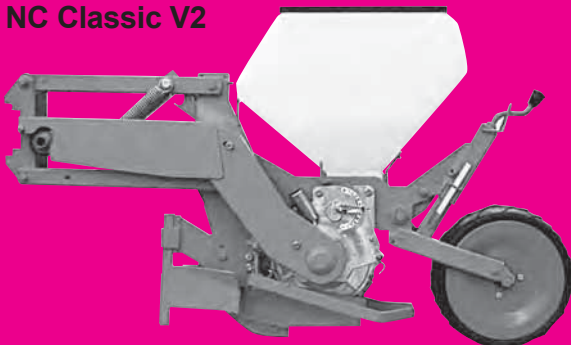

Fig. 41
- Roue tasseuse arrière plate autonettoyante 370 x 170 (fig. 41) avec raclettes intermédiaires longues, pour terrains souples et sableux.
- 370 x 170 самоочищающееся заднее прикатывающее колесо (рис. 41) с длинными промежуточными скребками для легких, песчаных почв.
- 370 x 170 self-cleaning flat rear press wheel (fig. 41) with long intermediate scrapers for soft, sandy ground